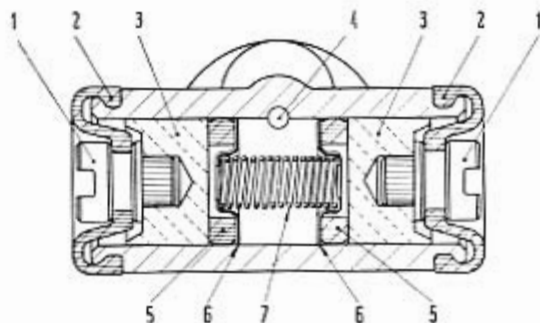

Fig. 291 - Coupe d'un cylindre de freins aux roues.
Les cylindres de commande des mâchoires avant (fig. 291) et arrière, ne diffèrent entre eux que par l'attache des raccords des canalisations (élastiques pour les premiers, rigides pour les seconds): leur alésage est de 3/4".
L'étanchéité est obtenue, de même que pour le maître-cylindre, au moyen de deux coupelles en caoutchouc (5, fig. 291) se dilatant sous l'action de la pression du liquide. Ces coupelles sont pressées contre les pistons par deux rondelles (6) d'appui du ressort de réaction (7): les pistons (3) agissent sur les mâchoires par l'intermédiaire de tiges (1).
La pression hydraulique transmise à l'intérieur des cylindres de freins aux roues (fig. 291) agit sur les pistons 3 qui, en se déplaçant vers l'extérieur, actionnent les mâchoires.
Après avoir déposé les cylindres, ôter les capuchons en caoutchouc (2, fig. 291) de protection de leurs extrémités.